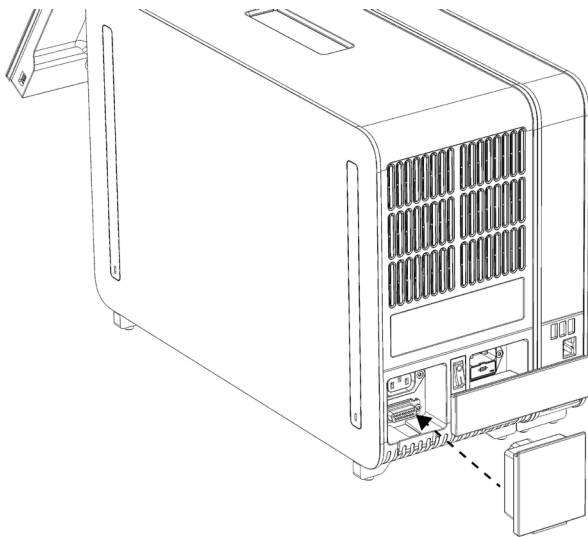

Рис. 9. Подсоединение концевого моста.
6. Подсоедините концевой мост на задней стороне аналитического модуля (рис. 9, следующая страница).